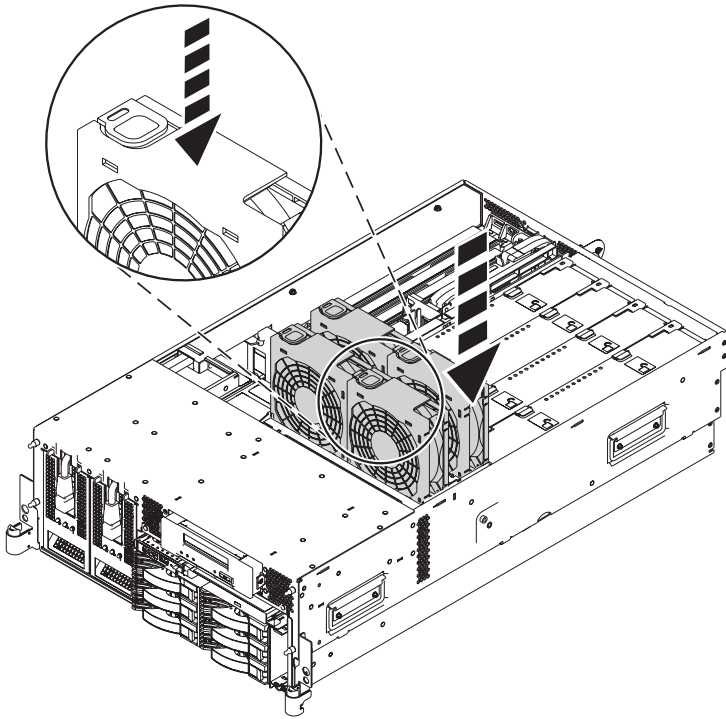

Figure 19. Installation des ventilateurs dans le boîtier de ventilation d'un modèle 04E/8A
- 3) Pour installer les ventilateurs, insérez-les dans leur emplacement dans le boîtier de ventilation, en appuyant sur chaque ventilateur jusqu'à ce qu'il s'emboîte dans son emplacement dans le boîtier de ventilation, comme indiqué dans la figure 19, à la page 28.